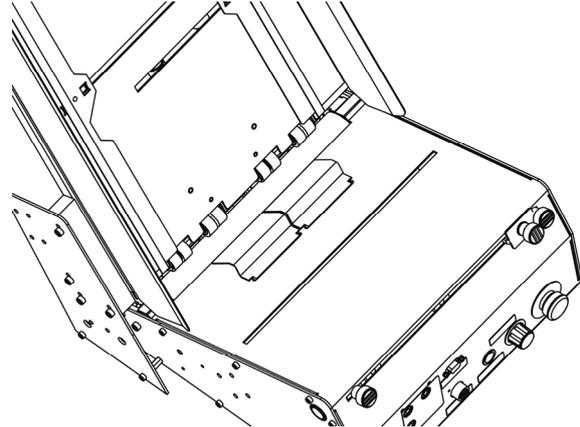

Abbildung 18: Verwendung von zwei Winkeln
- Setzen Sie die Winkel in die äußeren Löcher der Kontaktplatte ein. Dazu müssen die Papierstütze evtl. verschieben. (siehe Abbildung 18).